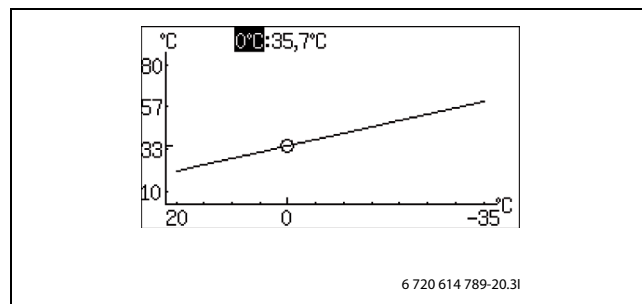

Bild 25
- Drehknopf bei markiertem Quadrat drehen, bis 0°C markiert ist (→ Bild 25).